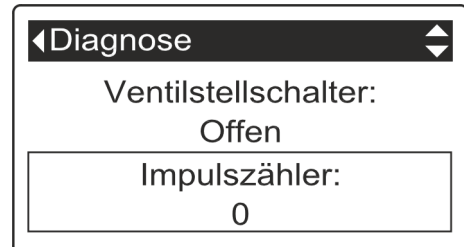

Abb. 65: Menü Diagnose
2. ▶ ▼ betätigen, bis der Menüpunkt „Impulszähler“ ausgewählt ist (Abb. 65).